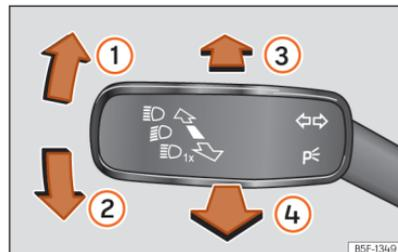

Fig. 84 Manípulo dos indicadores de mudança de direção e dos máximos.
- A partir da posição base, pressione para a frente o manípulo dos indicadores de mudança de direção e de máximos »» **Fig. 84 (3)**.
- **OU**: se o assistente de máximos estiver ligado, puxe para trás o manípulo dos indicadores de mudança de direção e de máximos »» **Fig. 84 (4)**.